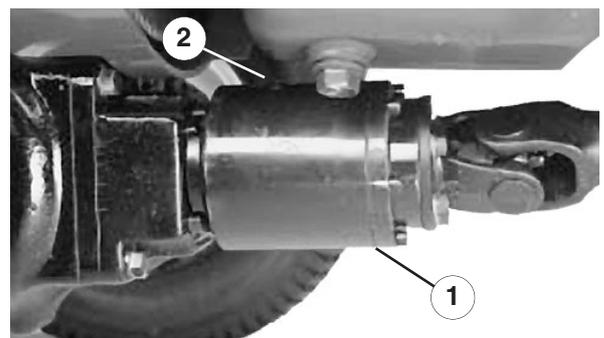

Figure 8
2. Fate girare la frizione (Fig. 8) in modo che il tappo di controllo (illustrato nella posizione corrispondente alle ore 12) sia nella posizione corrispondente alle ore 4.